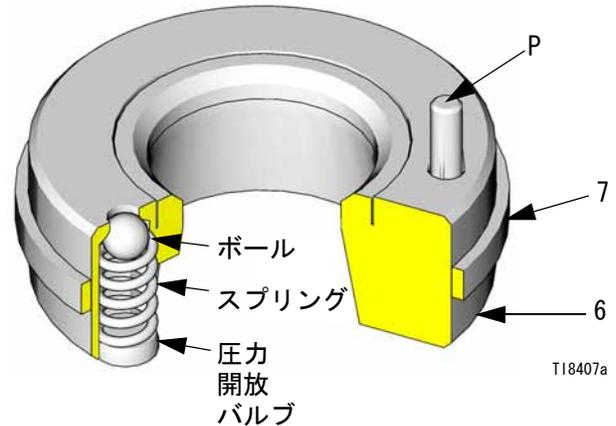

図 . 5
4. 開放バルブインテイクシート (6) を、図 . 8 に見られるように、下部ハウジング (11) の左側に取り付けます。(下部ハウジングに鑄込まれた文字列により開放バルブシート用の正しい位置を認識できます。) シート上のピン (P) はハウジング上方の内部の方向を指している必要があります。ピンがシートの位置を制限し、通気口 (V) がハウジングの一部によって遮られないことを確実にします。図 . 5 を参照のこと。